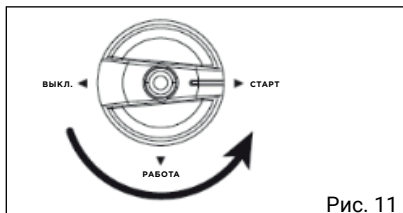

Рис. 11
2. Установите многофункциональный переключатель в положение «ПУСК» (Рис.11).